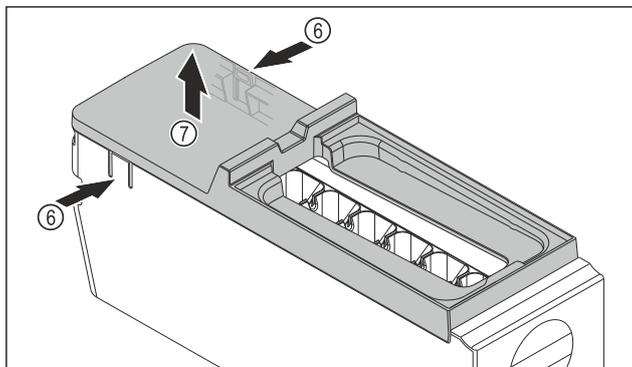

Fig. 90
- ▶ Зняти кришку з корпусу EasyTwist-Ice: натиснути однією рукою на накладки Fig. 90 (6) з обох боків корпусу EasyTwist-Ice.
- ▶ Зняти кришку Fig. 90 (7), потягнувши її вгору іншою рукою.